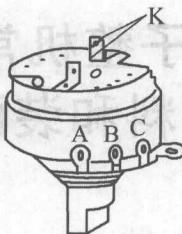

图 1-2 可调电阻器
(2) 可调电阻器。一种阻值可以在某一范围内可调的电阻器。包括微调电阻器和电位器。可调电阻器的外形如图 1-2 所示。